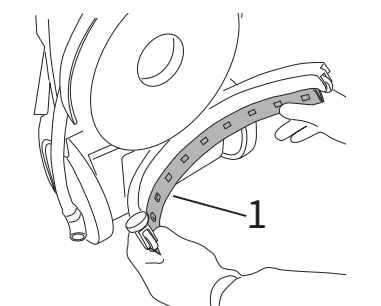

Fig.43
- ブレードを引き抜いて、アセンブリ全体を解放します (図43、参照1)。